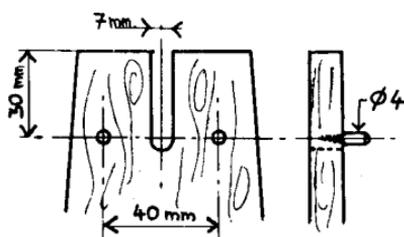

Fig. 24
* Dans le montant arrière, côté extérieur (opposé au plateau de douille), placer deux vis à la hauteur de la rainure espacées de 4 cm qu'on laissera dépasser de 1 cm et dont on sciera les têtes (restera environ 7 mm) (fig. 24), on obtient ainsi deux goujons de centrage qui positionneront la plaque porte-pôles.